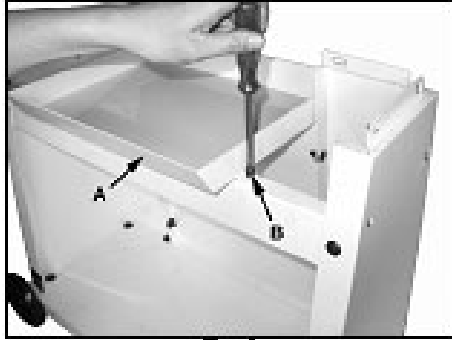

Fig 6
Укрепите упор (C) стопорным винтом (D). Прикрепите маховик (E) к винту тисков. Закрепите при этом с помощью стопорного винта (F, рис. 6) на шлице. Закрепите корпус выключателя (A) на станине станка и кнопку останова (B) на плече пилы.